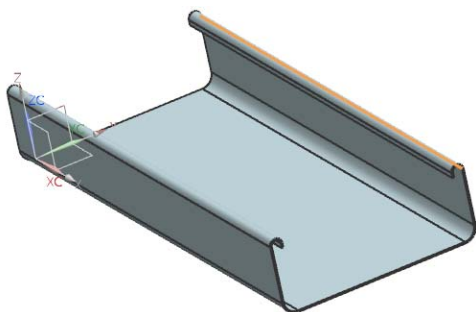
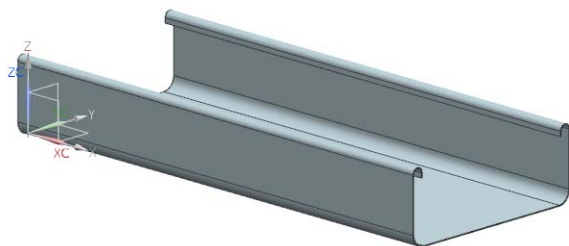

图 3-106 选择弯边
图 3-107 创建折边特征 2
(4) 在视图区选择弯边, 如图 3-106 所示。单击 **应用** 按钮, 创建折边特征 2, 如图 3-107 所示。